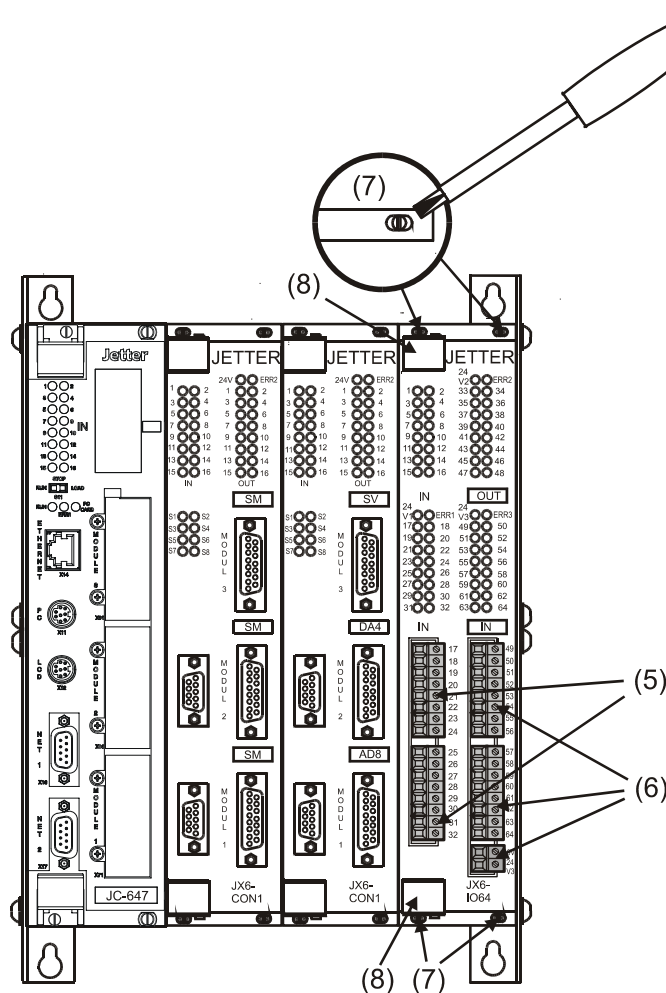

Abb. 30: Frontansicht auf JX6-Gehäuse mit Modulen
- Ziehen Sie die zwei 8-poligen Klemmen (5) der Digitaleingänge 17 bis 32, die auf dem Modul JX6-IO64 vorhanden sind, ab (siehe Abb. 30).
die zwei 8-poligen Klemmen (6) der Digitaleingänge 49 bis 64 ab (siehe Abb. 30).
- Lösen Sie die vier Schrauben (7), die das Modul JX6-IO64 mit dem JX6-Gehäuse verbindet, mit einem Schraubendreher (siehe Abb. 30).
- Ziehen Sie das Modul JX6-IO64 an den beiden Griffen (8) aus dem JX6-Gehäuse (siehe Abb. 30).